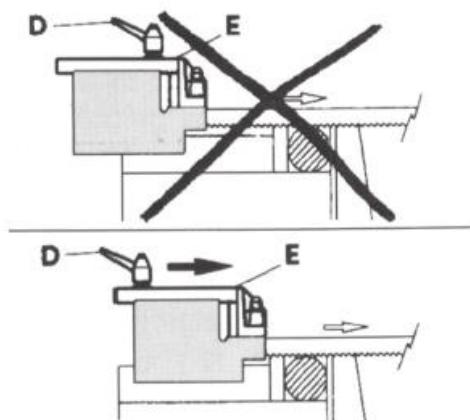

Рис. 2
Пильный станок оснащен направляющими (E) со встроенной защитой, которые направляют часть полотна, необходимую для выполнения распила, и одновременно защищают неиспользуемую часть полотна. Для того, чтобы выполнить регулировку, просто ослабьте рычаг (D) и переместите направляющую полотна (E) ближе или дальше по отношению к заготовке, планируемой для распила (как четко показано на рис. 2).
- Ослабьте рычаг D (рис.2) и переместите направляющие полотна E до упора по направлению стрелки на рис. 2.